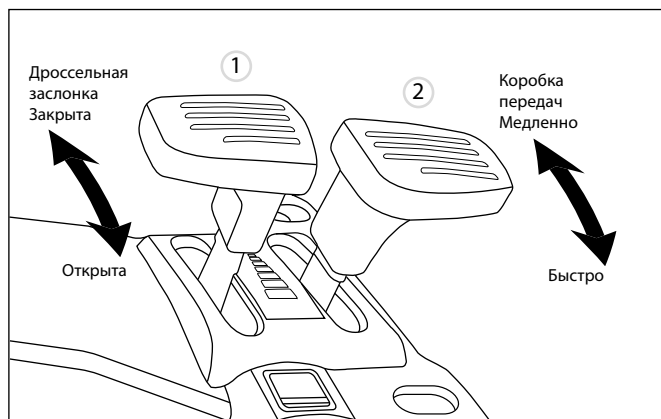

Рис. 13
8. Газонокосилки GLD-520SP-VE и GLD-520SP-BS оснащены рычагом дроссельной заслонки 1 (рис. 13), который позволяет регулировать скорость вращения двигателя и маневрировании (низкие обороты), откройте заслонку при скашивании (высокие обороты).
9. Газонокосилка GLD-520SP-VE оснащена коробкой передач (вариатором) 2 (рис. 13) с возможностью регулировки скорости вращения колес на постоянных оборотах двигателя. Используйте низкую скорость движения для скашивания густой травы или маневрирования в ограниченном пространстве. Используйте высокую скорость движения для транспортировки и скашивания молодой и редкой травы.